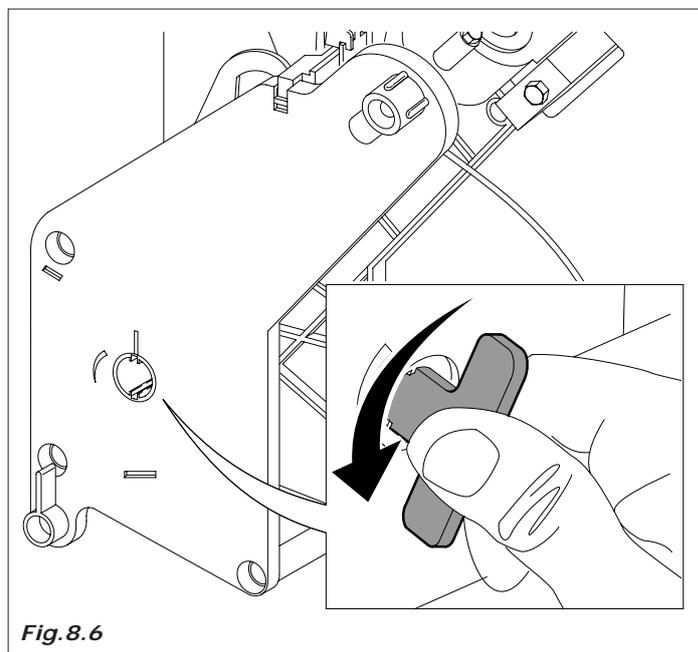

Fig.8.6
- limpar os resíduos de pó de café do grupo, é possível extrair o grupo café para facilitar o trabalho (Fig. 8.6)